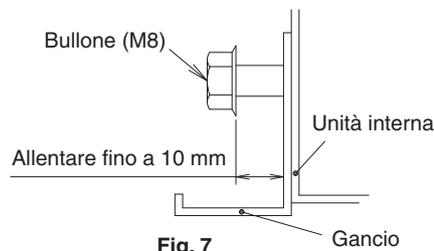
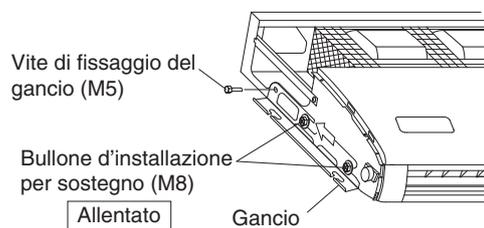

Fig. 7
Fig. 8
- Aprire il foro pretranciato sul lato di ingresso del cablaggio sulla superficie posteriore o superiore e installare la boccia in resina (10) fornita.
- Allentare 2 bulloni per l'installazione del gancio su ambo i lati (M8) (4 punti a sinistra e a destra) in uno spazio di 10 mm. **(Fare riferimento alla Fig. 7 e alla Fig. 8)**
- Rimuovere la vite di fissaggio del gancio sul retro (M5) e tirare il gancio all'indietro (nella direzione della freccia) per rimuoverlo. **(Fare riferimento alla Fig. 8)**